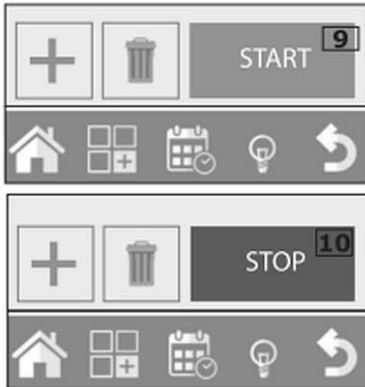

Abb. 18
1. Drücken Sie nach der Einstellung der gewünschten Garparameter die Taste START (9, Abb. 18), um den Garvorgang zu starten.
2. Drücken Sie dazu die Taste STOP (10, Abb. 18).